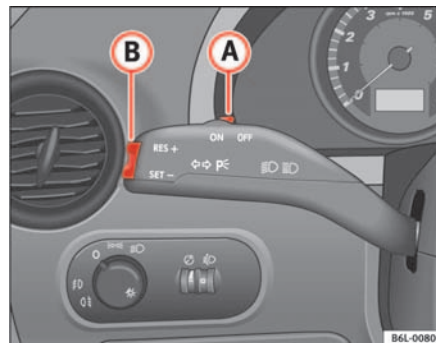

Fig. 98 Levier des clignotants et de l'inverseur-codes : commandes du régulateur de vitesse
- Déplacez la commande ⇒ fig. 98 **B** vers la gauche pour la régler sur **ON**.